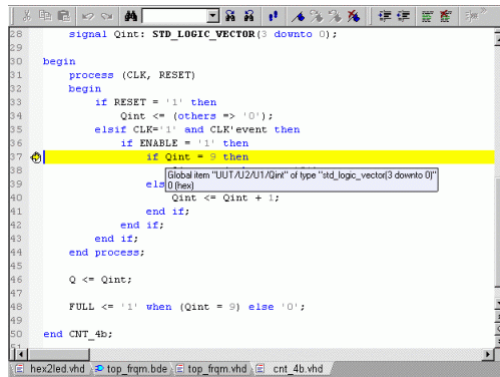

Рисунок 2.28 – Спостереження сигналів в редакторі HDE
2.2.4.10 Поточне значення сигналу можна спостерігати в редакторі HDL, якщо помістити курсор на імені сигналу в тексті програми. Наприклад, щоб побачити поточне значення сигналу **Qint**, перемістіть курсор на ім'я сигналу **Qint** як показано на рис.2.28.